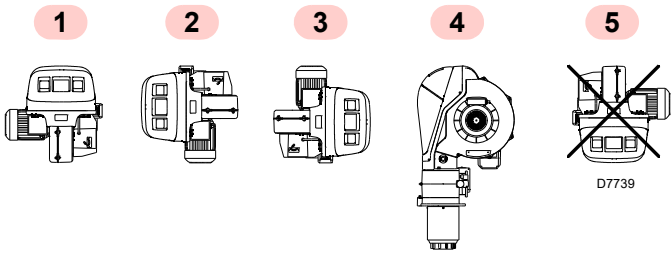

Fig. 8
- El quemador está preparado para funcionar exclusivamente en las posiciones **1, 2, 3 y 4** (Fig. 8).